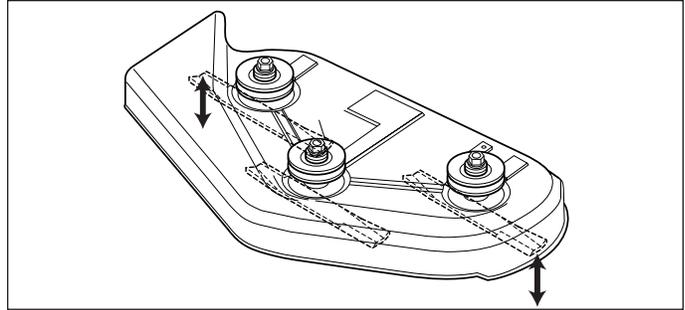

Figure 25. Orienter les lames latéralement
4. Voir la Figure 25. Mesurer la distance entre les extrémités extérieures des lames et le sol. S'il y a une différence de plus de 3 mm d'un côté à l'autre, passer à l'étape 5. Si la différence est inférieure à 3 mm, voir « Mise à niveau longitudinale ».